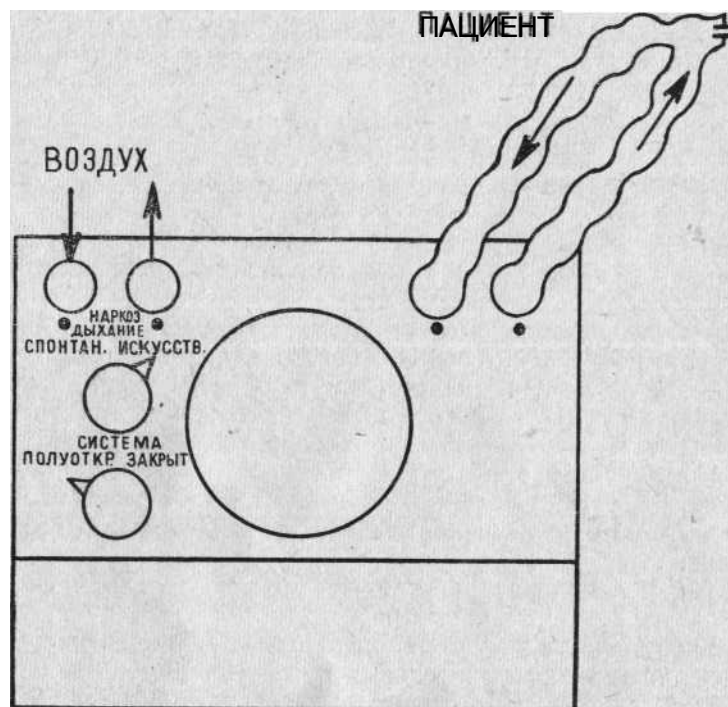

Рис. 7. Схема работы аппарата при искусственном дыхании воздухом
1. Искусственное дыхание воздухом (рис. 7)